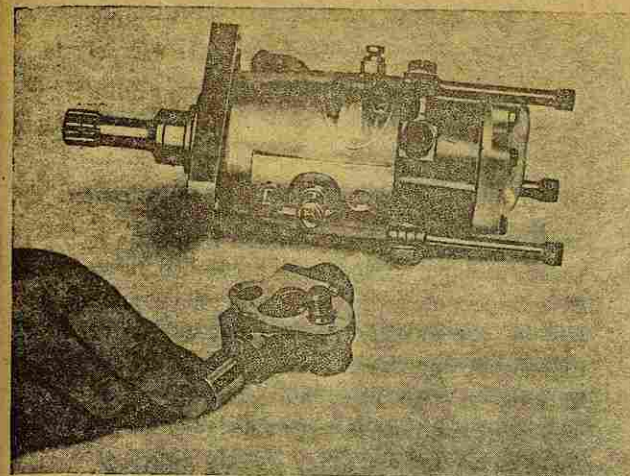

Fig. 43 Desmontaje del pistón del dispositivo de avance
- (e) Quite el tapón del pistón y retire el pistón (Fig. 43).